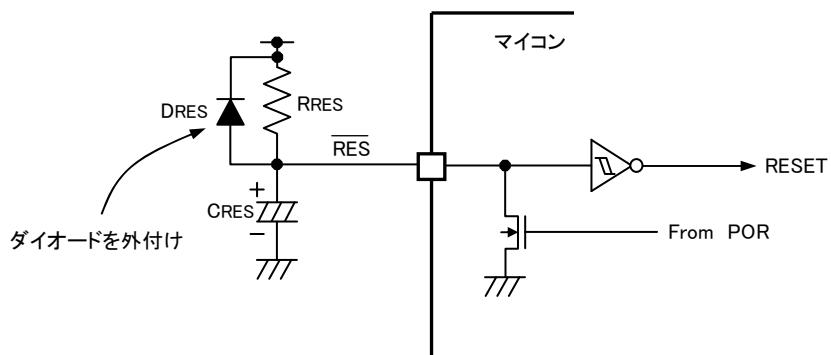

図4-6-8 外部PORのリセット回路構成例
②内蔵リセット回路を使用せず外付けPOR回路を構成する時
4-7-7-①項と同様に内蔵リセット回路を使用しない場合でも電源投入時に内蔵PORが動作します。しかし、内蔵PORより長いリセット期間を設けたいために外部にもPOR回路を構成し、容量CRESを $0.1 \mu F$ 以上にする場合には、必ず図4-6-8のようにダイオードDRESも外付けしてください。